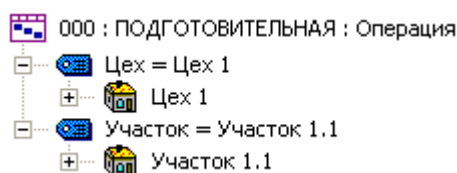

Рис. 7. Представление цеха и участка в БД PSS
- «**Цех**» - наименование цеха. Для задания цеха необходимо два раза кликнуть мышью на поле и в появившемся диалоговом окне «**Выберите цех**» указать рабочую группу-цех. При этом в поле «**Цех**» отображается описание (а не обозначение и наименование!) соответствующей рабочей группы-цеха. К бизнес-процессу операции цех присоединяется в виде ссылочной характеристики «**Цех**» (Рис. 7).
- «**Участок**» - наименование участка. Для задания участка необходимо два раза кликнуть мышью на поле и в появившемся диалоговом окне «**Выберите участок**» указать рабочую группу-участок. Диалоговое окно «**Выберите участок**» содержит только те участки, которые входят в указанный ранее цех. В поле «**Участок**» отображается описание (а не обозначение и наименование!) соответствующей рабочей группы-участка. К бизнес-процессу операции цех присоединяется в виде ссылочной характеристики «**Участок**» (Рис. 7).